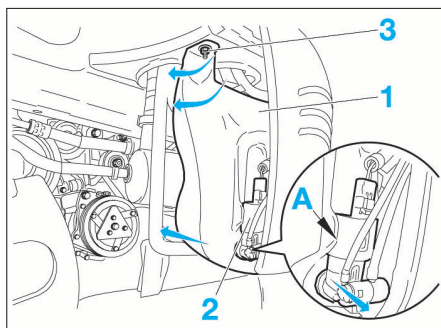

FIG. 17
- Placer un bac receveur sous le réservoir de lave-vitres (1) (Fig.17).
- Vidanger le réservoir de liquide de lave-glace (1) en déposant la pompe électrique (2) en "A".